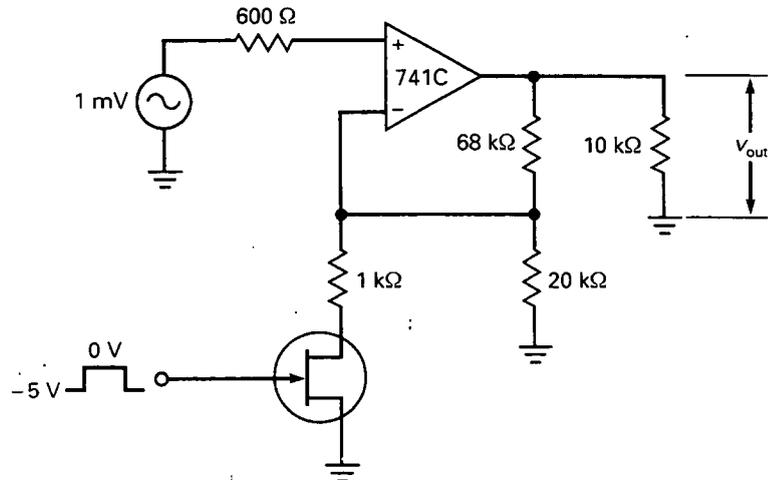

Figura 20-38
- 20-9. Si $V_{GS(off)} = -5 \text{ V}$, ¿cuáles son las tensiones de salida mínima y máxima en la Figura 20-38?